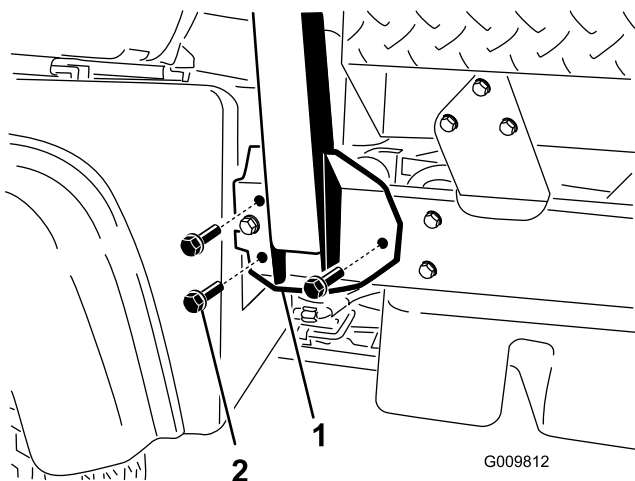

Рисунок 4
1. Выровняйте обе стороны защиты кабины водителя-оператора при опрокидывании по монтажным отверстиям на обеих сторонах рамы автомобиля, как показано на Рисунок 4.